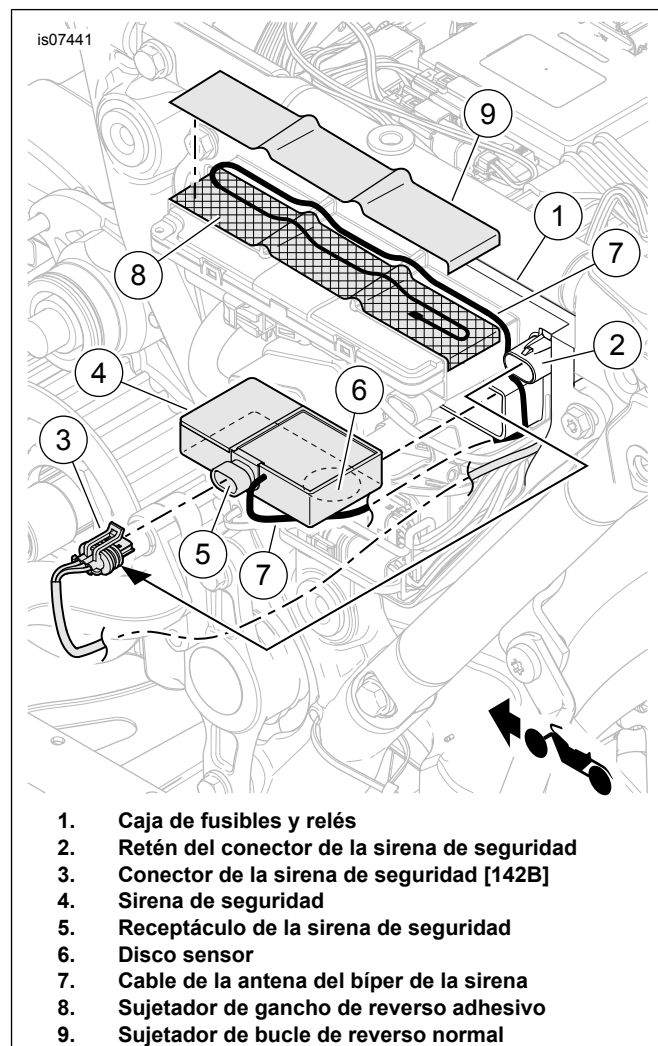

Figura 21. Instalación de la sirena (modelos FL Touring de 2014 y posteriores)
2. Vea la Figura 21. Quite el conector de la sirena de seguridad [142B] (3) del retén (2) en la caja de fusibles y relés (1). Inserte el conector de la sirena de seguridad [142B] en el receptáculo de la sirena de seguridad (5) hasta que el conector se cierre firmemente.
3. Deslice la sirena (4) en la cavidad de la caja de fusibles y relés para que el disco sensor (6) esté hacia la parte trasera, mirando hacia abajo.
5. Quite la cinta protectora del respaldo adhesivo del sujetador de gancho (8). Fije el sujetador a la parte superior de la caja, al mismo nivel que los bordes delantero y exterior. Doble el exceso alrededor del borde trasero de la caja.
6. Coloque el cable (7) de la antena del bíper de la sirena:
- b. alrededor del retén (2) del conector de la sirena ahora vacío y